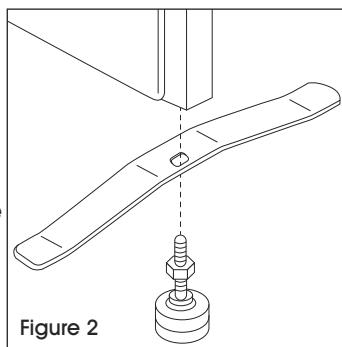

Figure 2
2. Insert leveling glide and nut through T-Base leg and into bottom of panel frame. (See Figure 2)
2. Insérez le patin de nivellation et l'écrou dans le pied de base en T et dans le bas du cadre du panneau. (Voir Figure 2)